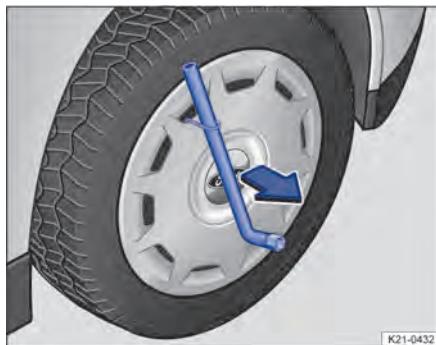

Abb. 219 Radvollblende abziehen.
3. Radvollblende mit Abziehhaken in Pfeilrichtung abziehen. Falls notwendig, einen Radschlüssel zum Abziehen verwenden → Abb. 219.